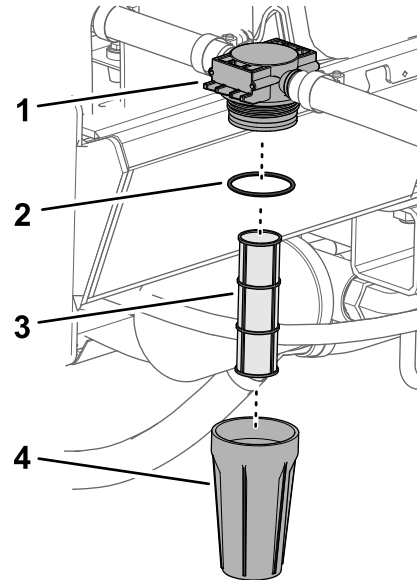

Figura 41
1. Rode o filtro no sentido contrário ao dos ponteiros do relógio para retirar a taça da cabeça do filtro (Figura 41).
2. Inspeção o filtro para verificar se há danos ou acumulação de sedimentos ou detritos (Figura 41).
- A. Remova o elemento do filtro da cabeça do filtro (Figura 41).
- C. Insira o elemento do filtro na cabeça do filtro (Figura 41).
3. Verifique se o anel de retenção se encontra danificado (Figura 41).
4. Instale a taça na cabeça do filtro rodando no sentido dos ponteiros do relógio, apertando à mão (Figura 41).